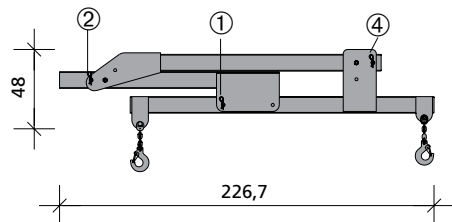
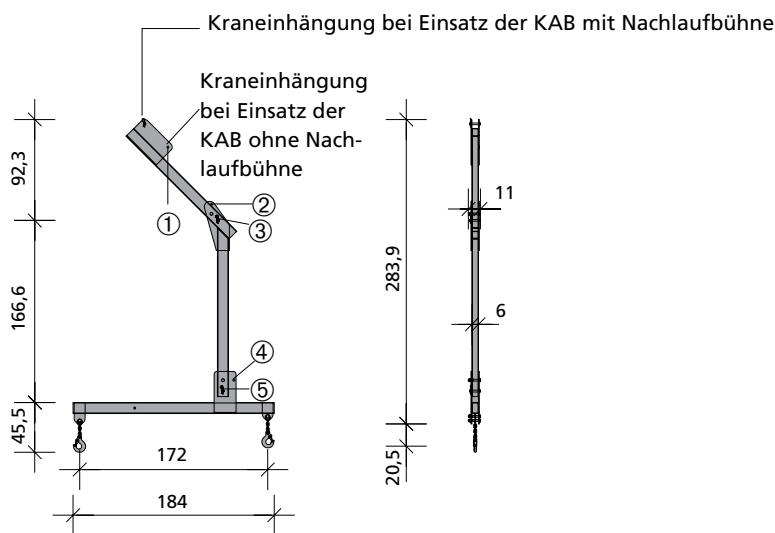

Abb. 16.1
Abb. 16.2
Für den Transport wird die Versetztraverse KAB zusammengeklappt und mit Kopfbolzen 16/90 und Federstecker 4 an den Positionen ②, ① und ④ gesichert (Abb. 16.1).
Für den Einsatz werden auf der Baustelle die Kopfbolzen 16/90 und Federstecker 4 an den bisherigen Positionen (Abb. 16.1) ausgesteckt. Dann wird die Versetztraverse aufgeklappt und mit Kopfbolzen und Federsteckern an den Positionen ③ und ⑤ gesichert (Abb. 16.2).